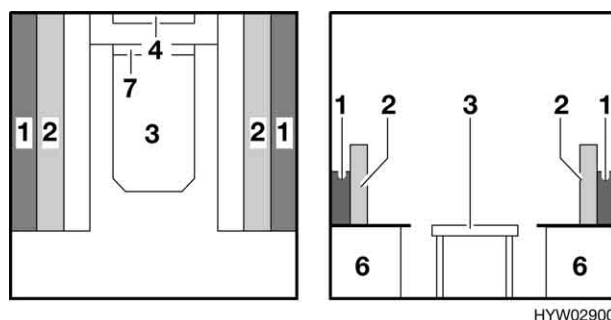

Fig. 40 Durante la trasformazione
- Alzare il piano del tavolo (Fig. 40,3) di circa 45°, sollevarlo dalla guida di supporto superiore (Fig. 40,4) e mantenerlo ad un angolo di 45°.
- Agganciare il piano del tavolo nella guida di supporto inferiore (Fig. 40,7) con un angolo di 45° e deporlo sul pavimento con i puntelli.